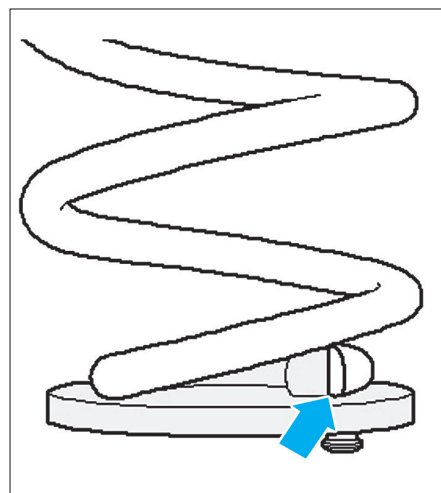

Fig. 21
- Positionner la coupelle inférieure sous le ressort, en butée contre l'extrémité de sa spire inférieure (**Fig.21**).